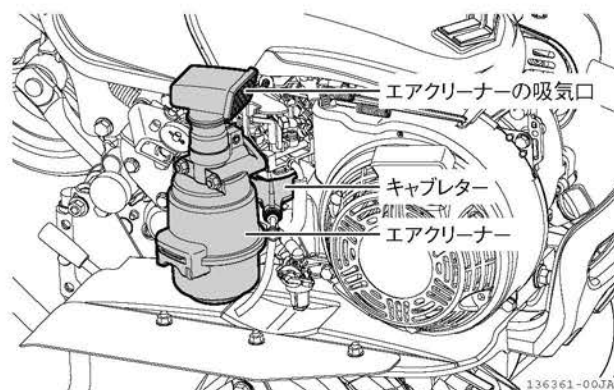

図 4-2 お手入れのしかた
- 水洗いするときは、エアクリーナーの吸気口やキャブレターに高圧の水が直接かからないようにしてください。(図 4-2)
- リコイルスターター部の吸気口に付いたごみは、きれいに掃除してください。エンジンの出力低下や破損の原因になります。(図 4-2)